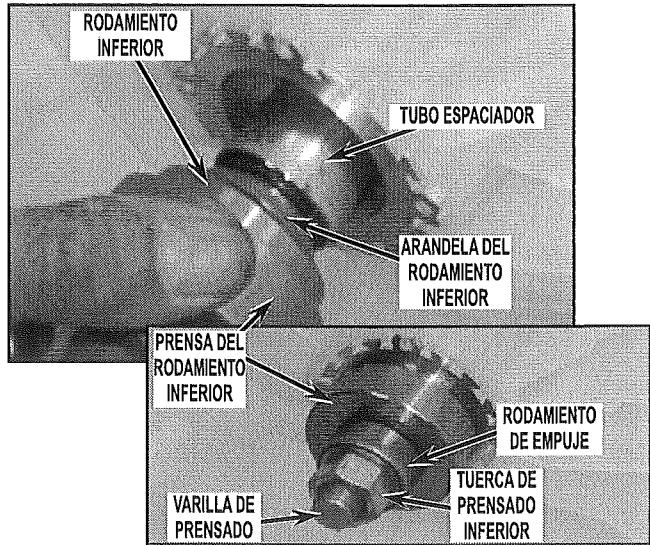

FIGURA 13
20. Instale sobre la varilla de prensado, el nuevo tubo espaciador, la nueva arandela del rodamiento inferior y el rodamiento inferior. Luego instale las piezas de herramientas, la prensa del rodamiento inferior, el rodamiento de empuje y la tuerca de prensado inferior. Vea la *Figura 13*.